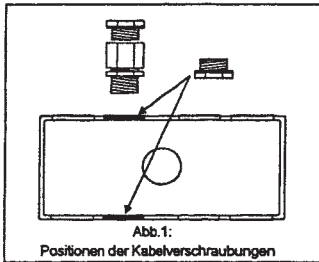

Abb.1: Positionen der Kabelverschraubungen
- Öffnen Sie die Kabeleinzugslöcher im Plastik- bzw. Metallkasten durch Ausbrechen der vorgesehenen Sollbruchstellen (siehe Abb. 1).